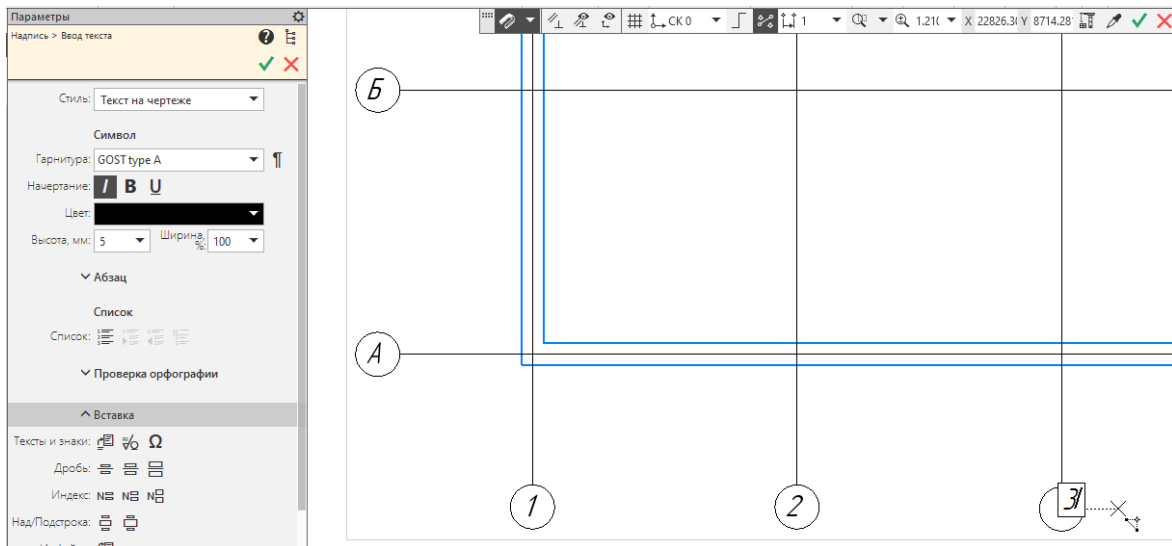

Рисунок 74.
10. Подписываем горизонтали и вертикали координатной сетки. Инструментальная панель **Обозначения - Надпись - Высота - 5**. Курсором указать место в центре окружностей (рисунок 74).